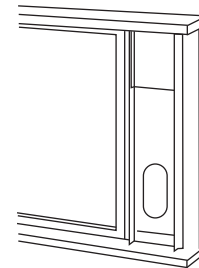

Fig. 10
3. Cortar el sello espumoso (tipo adhesivo) en la longitud correcta y ajustarlo a la parte superior de la ventana. Ver la Fig. 10.